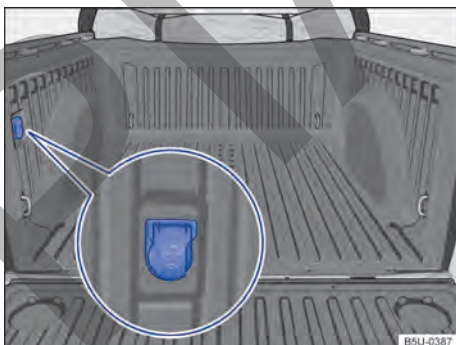

Fig. 118 Compartimento de carga: toma de corriente 12 V.
- La toma de corriente 12 V se puede encontrar en la parte interior del compartimento de carga → fig. 118 (dependiendo de la versión del vehículo, puede no estar disponible).